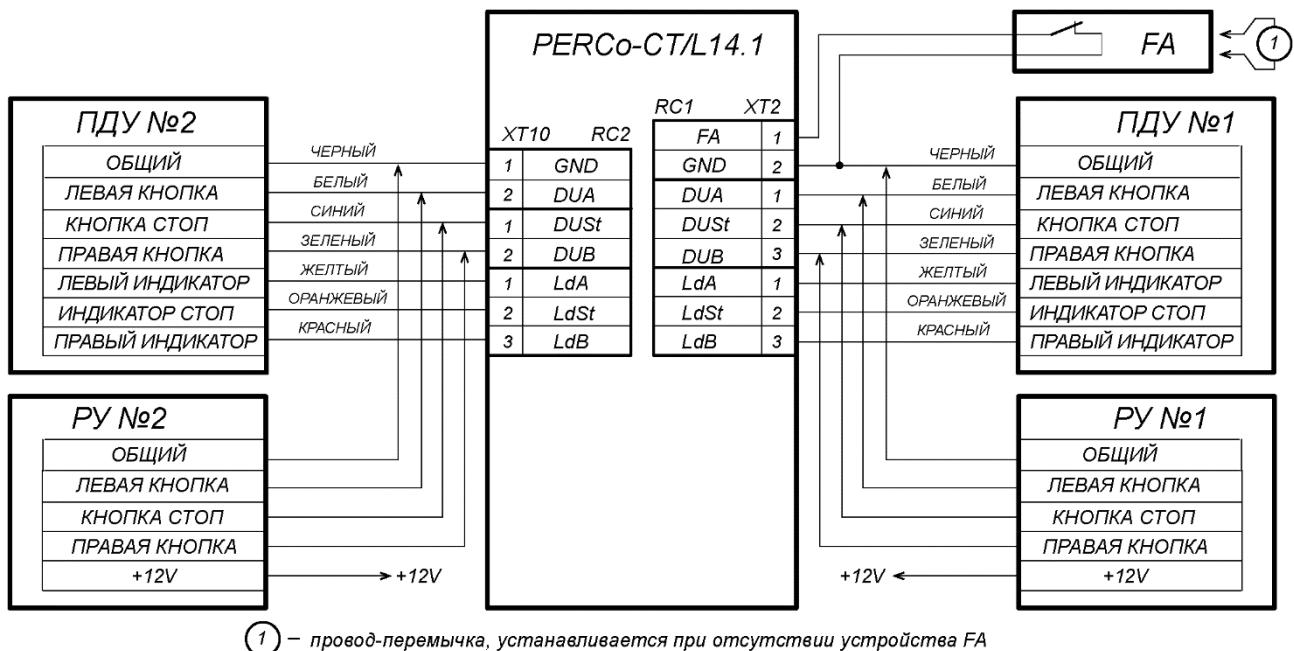

Рисунок 11. Схема подключения ПДУ или устройства РУ для вариантов конфигурации «Контроллер для управления турникетом» и «Контроллер АТП»
- ПДУ №1 (или устройство РУ) подключается к клеммной колодке **XT2** нижней платы контроллера согласно схеме, представленной на рис. 11.
- ПДУ №2 (или устройство РУ) подключается к клеммной колодке **XT10** нижней платы контроллера согласно схеме, представленной на рис. 11.
Подключение ПДУ1 осуществляется к контактам клеммной колодки **XT2**, подключение ПДУ2 осуществляется к контактам клеммной колодки **XT10** (см. рис. 11).